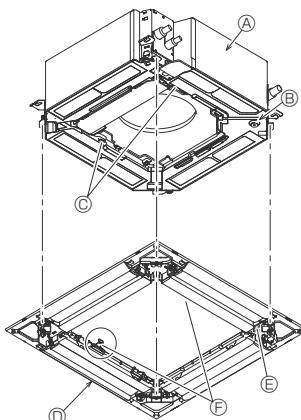

Fig. 6-6
6.4.2. Instalación provisional de la rejilla (Fig. 6-6)
- Sujete la rejilla apretando los cuatro tornillos. (Fig. 6-6)
- Despues de apretar el tornillo, confirme que los dos ganchos de la rejilla (Fig. 6-6) estén sujetos en los ganchos de la unidad principal.